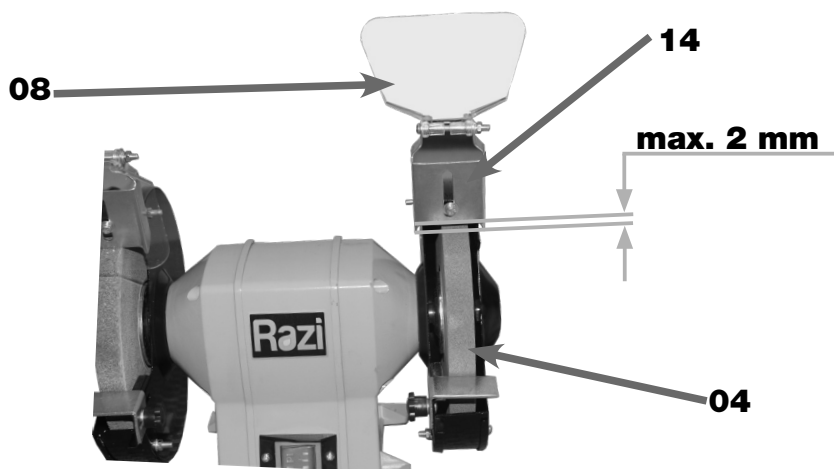

FIGURA 11 – Limite de folga do Suporte da Proteção Frontal
7. DEIXAR uma distância máxima de 2 mm entre o Rebolo (03) ou (04) e o Suporte da Proteção Frontal (figura 11);
14. MONTAR e AJUSTAR o Suporte da Proteção Frontal (14) conforme procedimento anterior (figura 11);